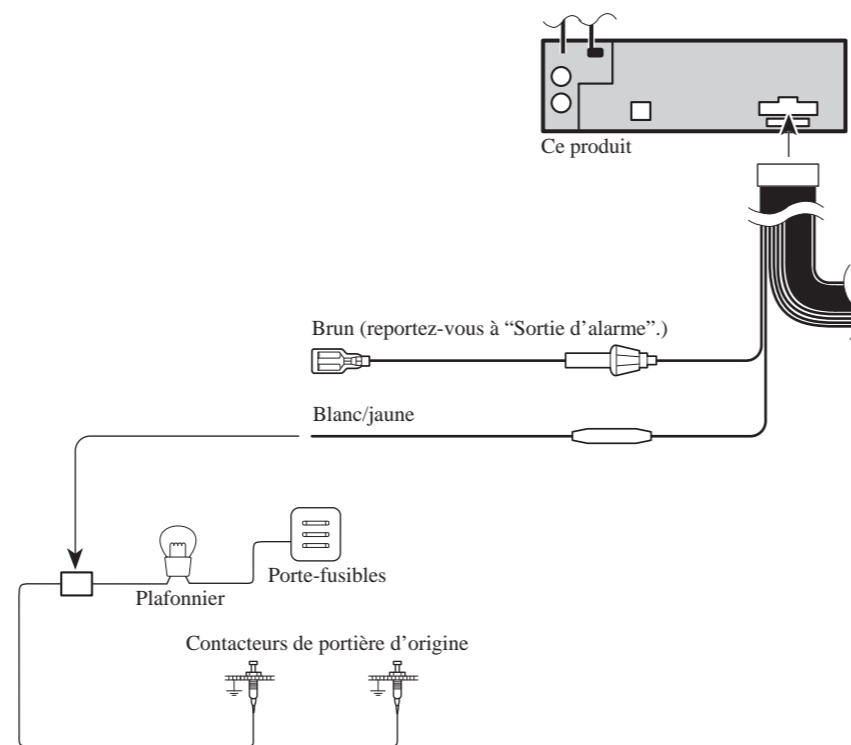

Fig. 3
■ **Blanc/jaune (Contacteur de portière, DOOR SWITCH)..... (Fig. 3 et 4)**